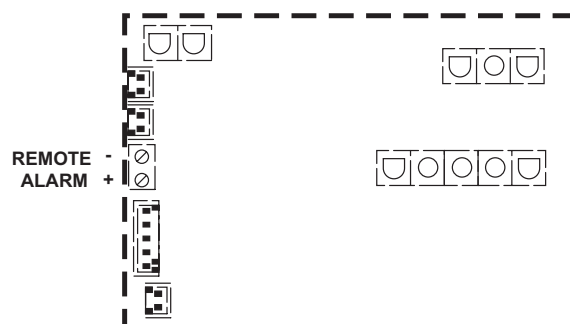

Figure 22
3. Brancher l'avertisseur aux bornes indiquées à la fig.22